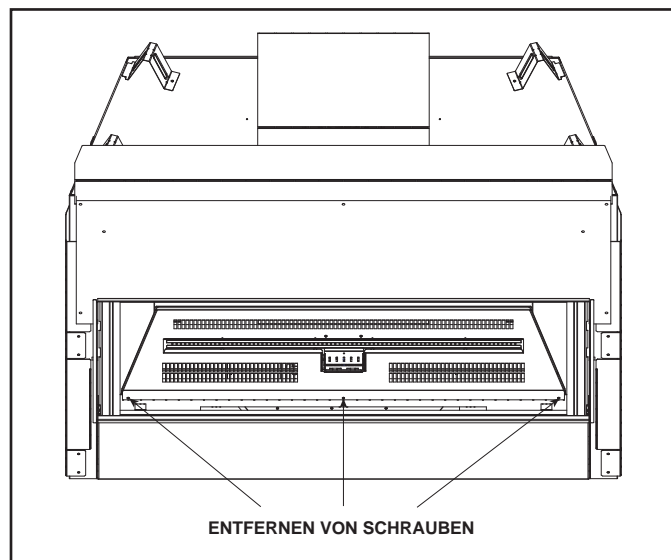

Abbildung 16.3 Entfernen der Medienschale
2. Entfernen Sie die Medienschale durch Entfernen der drei Schrauben an der Vorderkante der Medienschale. Siehe Abbildung 16.3.